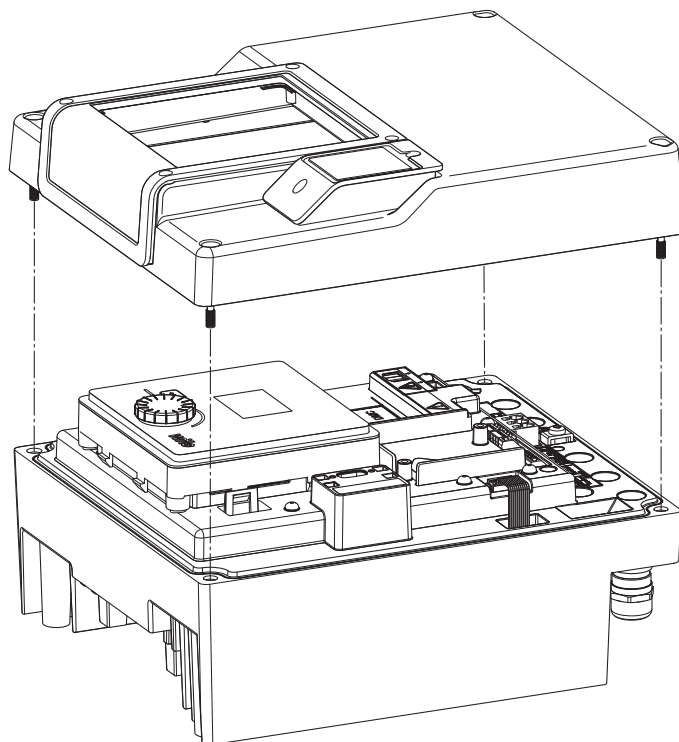

Fig. 45: Otworzyć pokrywę modułu elektronicznego
- Otworzyć pokrywę modułu elektronicznego. (Fig. 45).